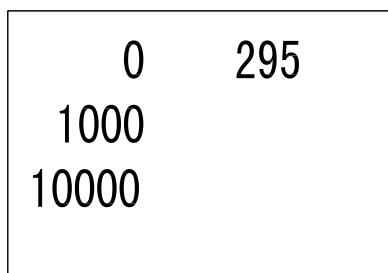

图 4 标定界面
② 选中第一项（1. Calibration），按  键，如果开机未到达 3 分钟，屏幕以倒计时方式显示预热剩余时间。预热完毕，进入图 4 标定界面；反之直接进入图 4 所示菜单界面。